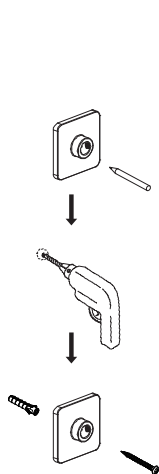

Figure 8
- b) Installez le support mural ⑯ sur la position marquée (Figure 8). Couvrez la barre de douche thermostatique pour éviter la poussière. Connectez le raccord de tuyau ⑤ au support mural et utilisez la clé Allen pour le fixer (Figure 9).